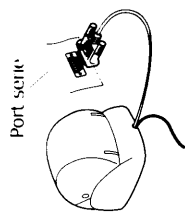

Figure 7
- 3 Une fois cela fait et l'imprimante allumée, branchez le port série sur la prise série (COM) de votre ordinateur. Voir Figure 7.